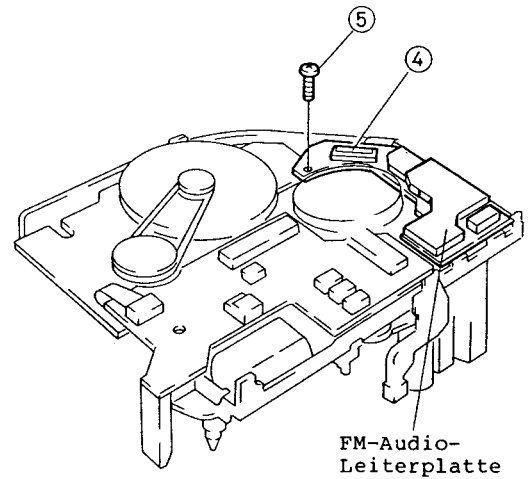
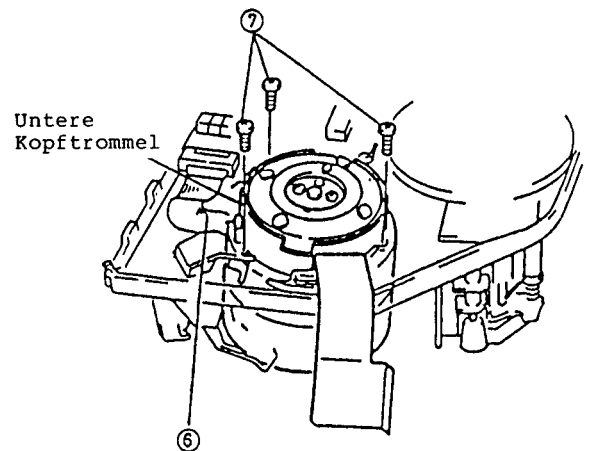

Abb. 2-55-1
Abb. 2-55-2
4. Ein (1) Flachkabel (CN001) von der FM-Audio-Leiterplatte abziehen (siehe Abb. 2-55-1).
5. Eine (1) Befestigungsschraube der FM-Audio-Leiterplatte entfernen.
6. Das Flachkabel CN552 abziehen (siehe Abb. 2-55-2).
7. Drei (3) Befestigungsschrauben der unteren Kopftrommel entfernen.